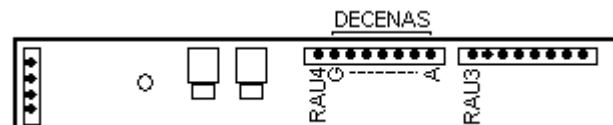

Figura 30
- 2 salidas dedicadas RAU3 y RAU4 (Figura 30): si se configuran con función 0, emiten mandos I7S3H e IMP3H, respectivamente (ver sección “Conexión de accesorios”)
- 7 salidas dedicadas correspondientes a los dígitos A .. G de la bornera “Decenas” (Figura 30): la configuración de estas salidas se habilita activando la opción de configuración “Bornes auxiliares en bornera “Decenas””.